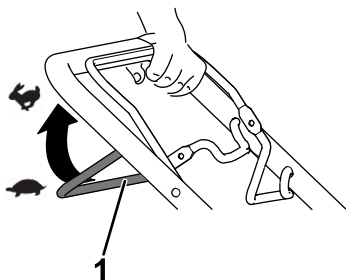

Figura 10
- Para engatar a transmissão autopropulsora, empurre a barra da transmissão autopropulsora contra a pega e segure-a (Figura 10).